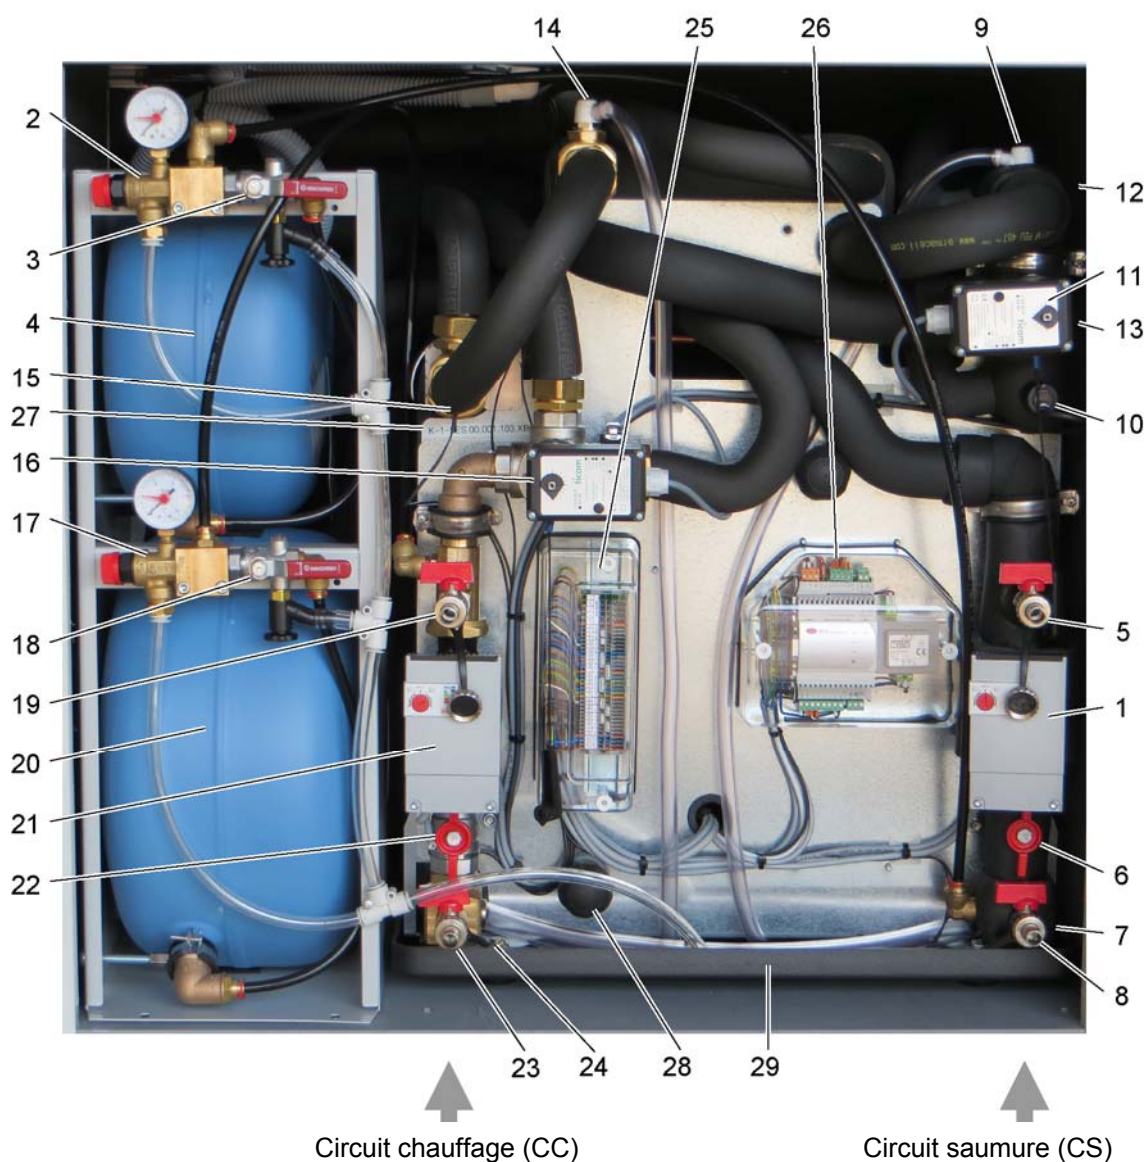

Fig. 4 Raccords et composants dans le module hydraulique / pompe à chaleur
Numéro du type de la pompe à chaleur voir Fig. 4, pos. 27.